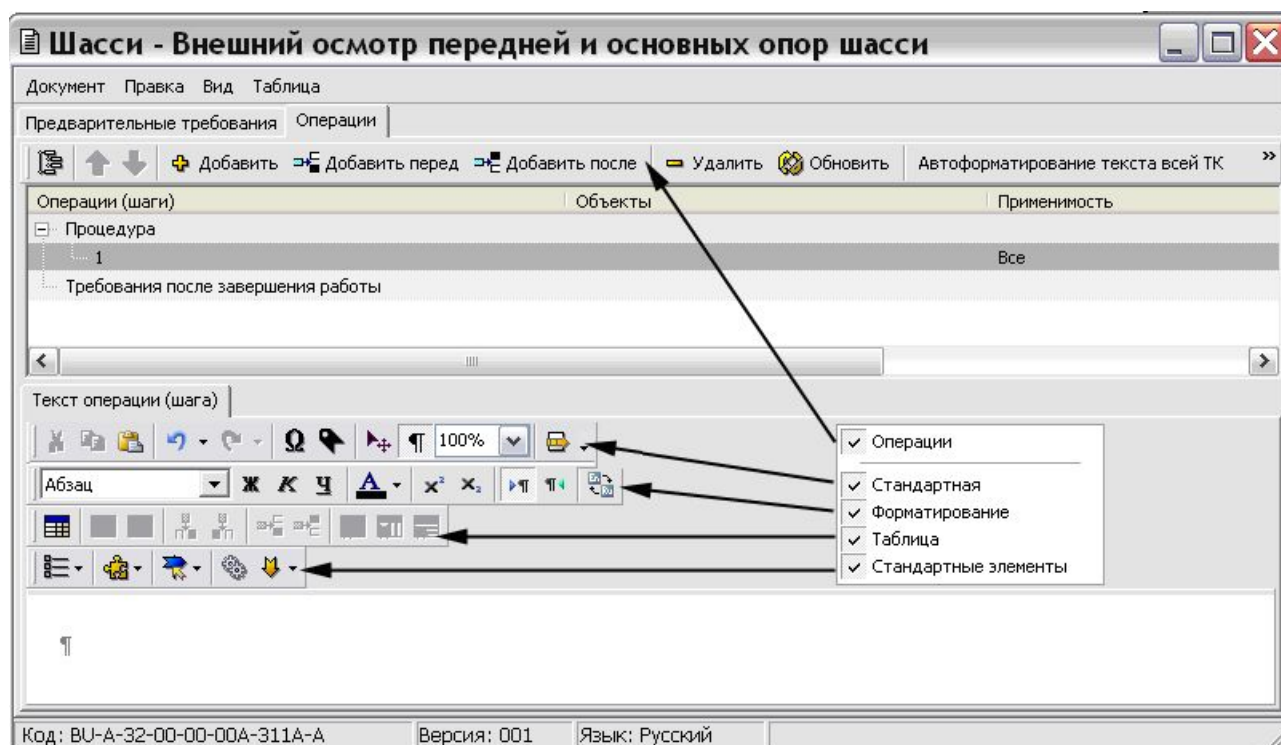
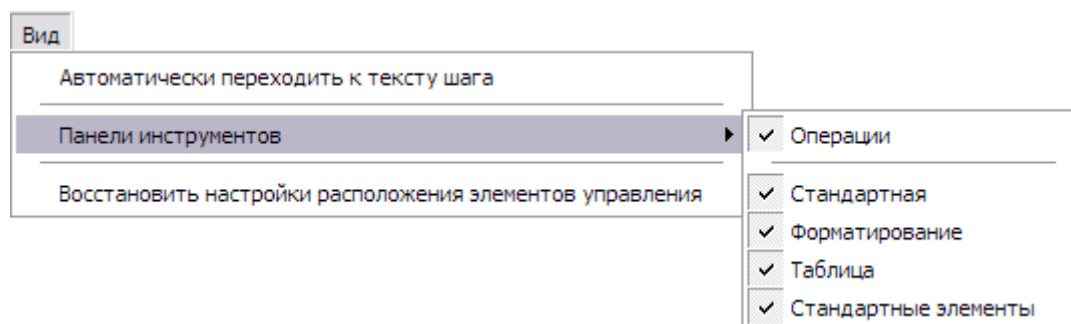

Рис. 5.4
Рис. 5.5
- **Текст операции (шага).** На этой вкладке вводится описание операций и осуществляется их графическое наполнение. Вкладка содержит 4 инструментальные панели. Визуально панели разделяются вертикальными полосками . На Рис. 5.4 показано расположение панелей одна под другой.
Инструментальную панель **Операции** и панели инструментов вкладки **Текст операции (шага)** можно убрать с экрана, сняв соответствующие флажки в меню **Вид - Панели инструментов** (Рис. 5.5) или в контекстном меню панелей инструментов (Рис. 5.4).
Имеется возможность восстанавливать настройки элементов управления редактора в состояние «по умолчанию». Применяется в ситуациях, когда не получается «восстановить» на экране ранее убранную какую-либо панель инструментов. Для этого в меню **Вид** выберите команду **Восстановить настройки расположения элементов управления** (Рис. 5.5) и выйдите из редактора. Восстановление произойдет в момент следующего входа в редактор.